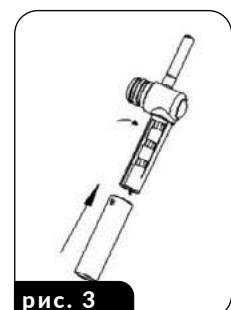

рис. 3
1. Размещайте маленькие чашки на выдвигаемой подставке (6) после ее выдвижения.
2. Два больших отверстия в подставке (6) и решетке (9) расположены непосредственно под отверстиями выхода кофе из колбы, и они указывают, как правильно размещать две небольшие чашки.
3. Размещайте большую чашку непосредственно на решетке поддона для капель (9) – в таком случае подставка (6) должна располагаться внутри устройства.
ВНИМАНИЕ! Во время заваривания кофе КАПУЧИНО и ЛАТТЕ убедитесь, что вы отрегулировали сопло вспенивающей трубы (22). Можно также отрегулировать длину сопла трубы, поддающей вспененное молоко, чтобы, блокируя ее на разных уровнях установки длины, подогнать к разным размерам чашек (рис.3).